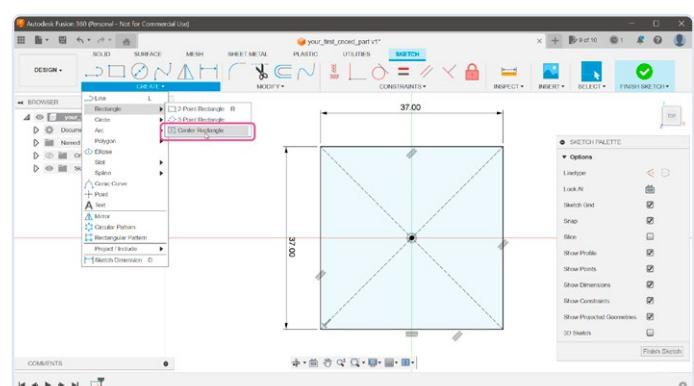

Figure 2. Définition des tailles des rectangles.
- À l'aide d'un pied à coulisse, j'ai mesuré la taille du module encodeur rotatif : 37x37 mm. Créons un nouveau rectangle pour visualiser la taille du circuit imprimé (**figure 2**). Allez dans le menu *CREATE Rectangle Center Rectangle*. Lorsque l'outil est activé, placez le premier point à l'origine. Avec le clavier, tapez la première dimension (37), passez au prochain champ d'édition avec la touche *Tab* et tapez la deuxième valeur (37). Pour terminer le processus de création, tapez sur la touche *Entrée*.